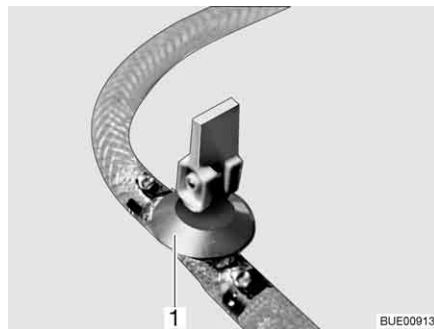

Fig. 179 Robinet de vidange
- Fermer le(s) robinet(s) de vidange. Placer le levier à bascule (Fig. 179,1) en position horizontale.
- Ouvrir le(s) robinet(s) de vidange (Fig. 179). Pour cela, placer le levier à bascule (Fig. 179,1) en position verticale. Le chauffe-eau se vide à l'extérieur.